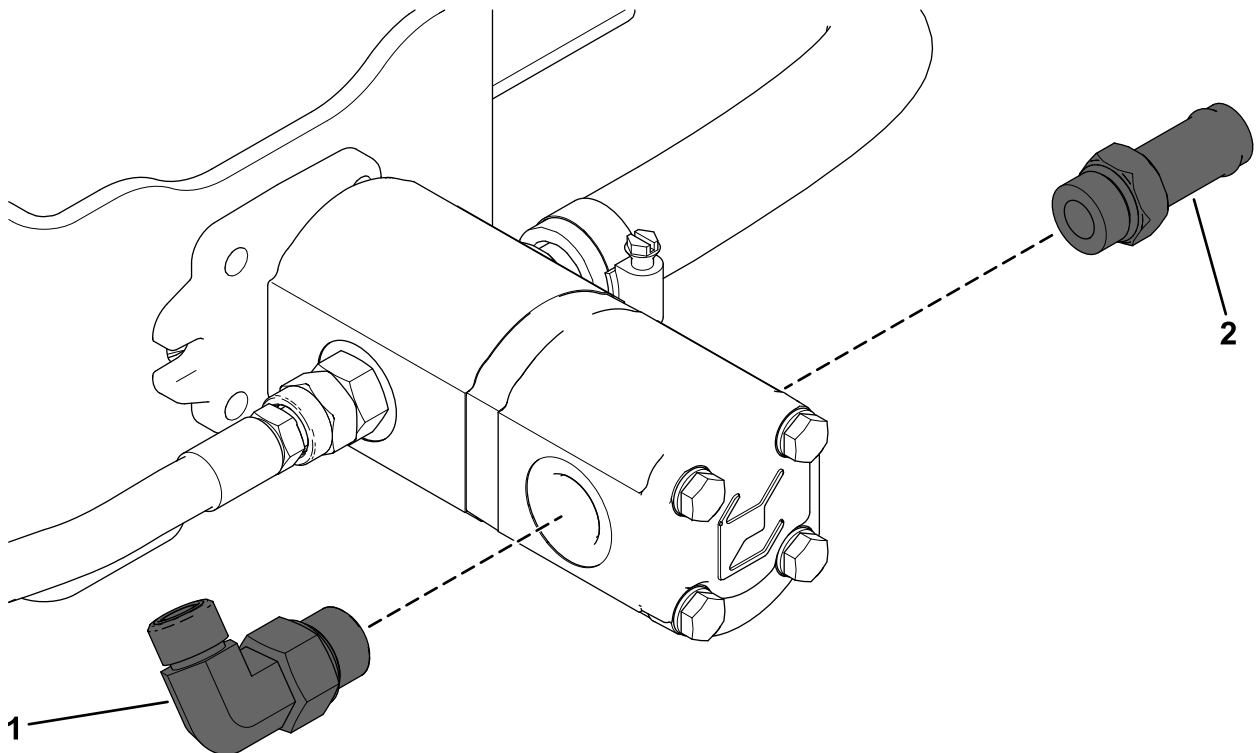

Bild 7
1. Drehen Sie das gerade Anschlussstück in die Antriebsseite der Pumpe (Bild 7).
2. Drehen Sie das 90-Grad-Anschlussstück in die rechte Seite der Pumpe (Bild 7).
Bei richtiger Anbringung zeigt das Ende des Anschlussstückes nach hinten und ist ca. 45 Grad nach oben abgewinkelt (Bild 7).